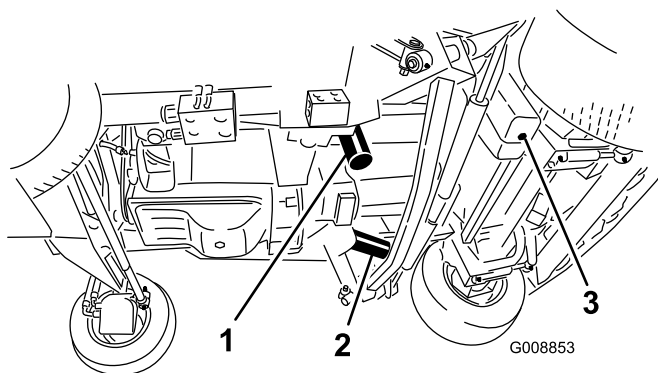

図 90
3. タンクの底面にあるドレンプラグ（図 90）を外し、流れ出すオイルを容器に受ける。オイルが完全に抜けたらドレンプラグを取り付ける。
4. フィルタ容器の周辺をウェスできれいにぬぐう。フィルタの下に廃油受けを置いてフィルタを外す（図 90）。